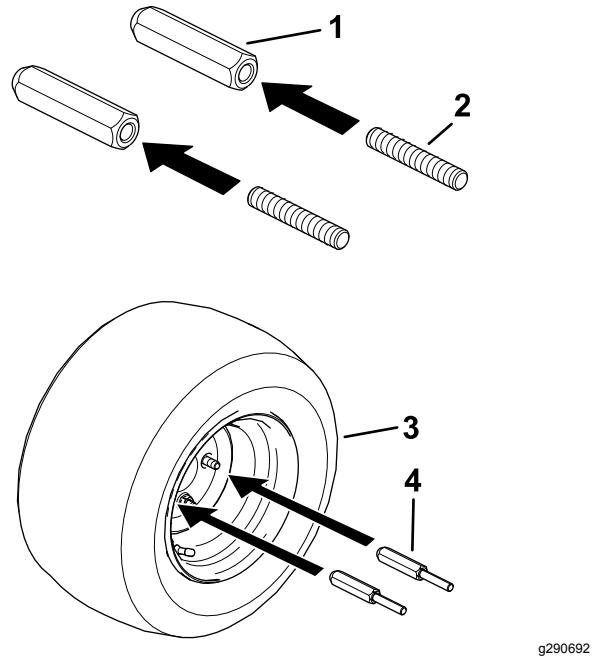

Рисунок 2
4. Заверните резьбовые шпильки в переходники колесных грузов до упора в дно (Рисунок 2).
5. Установите узлы переходников на шпильки колес, с которых были сняты зажимные гайки (Рисунок 2).